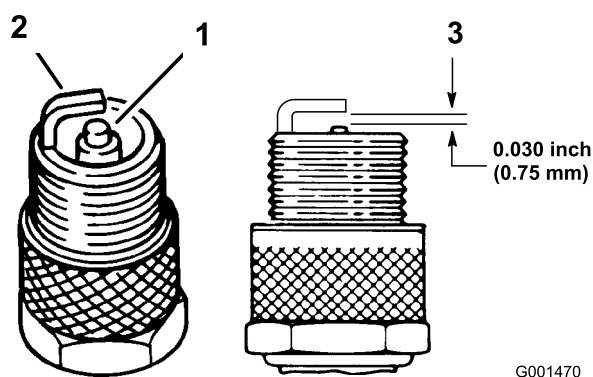

Figura 19
1. Mire la parte central de las bujías (Figura 19). Si se observa un color gris o marrón claro en el aislante, el motor está funcionando correctamente. Si el aislante aparece de color negro, significa que el limpiador de aire está sucio.
2. Compruebe la separación entre los electrodos central y lateral (Figura 19). Si la distancia no es correcta, doble el electrodo lateral (Figura 19).
3. Conecte los cables a las bujías (Figura 19).